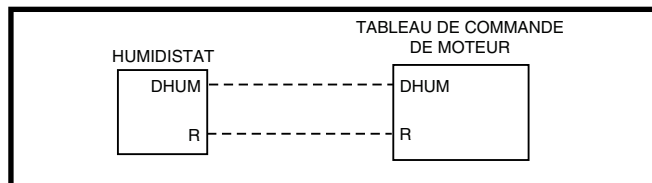

Figure 7. Configuration du câblage de déshumidification
- Si le thermostat de la pièce intègre un capteur d'humidité et une sortie **DHUM**, branchez la sortie **DHUM** du thermostat à la borne **D** du tableau de commande du moteur. Voyez la Figure 7.